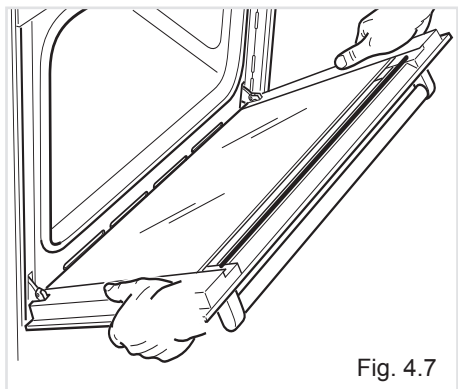

Fig. 4.7
- Impugnare la porta come illustrato in fig. 4.7.